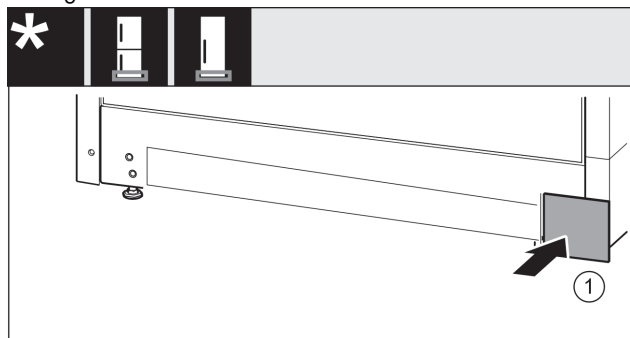

Fig. 25
- ▶ Ponovno natakните poklopac Fig. 25 (1) na drugu stranu.